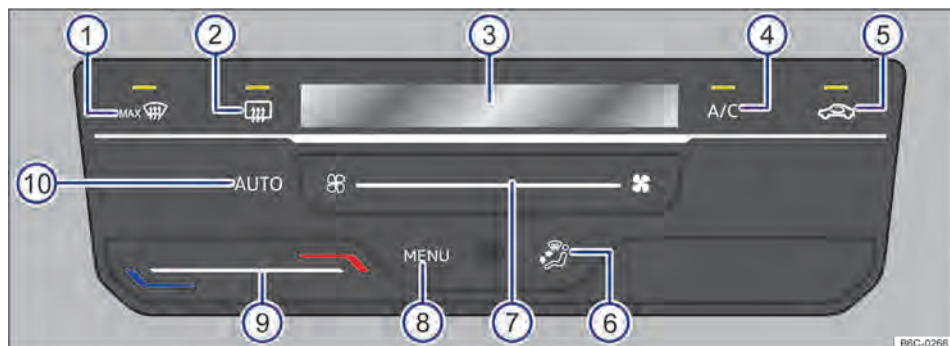

Fig. 77 Comandos do Climatronic.
- *Climatronic*: deslizar o dedo para a esquerda sob a superfície de função → Fig. 77 (7), depois pressionar o botão  da extremidade esquerda.
Ao tocar na superfície de função **AUTO** → Fig. 77 (10) é possível ligar o modo automático do Climatronic.
maticamente. O funcionamento automático se desliga quando a ventilação é alterada manualmente → Fig. 77 (7) ou com a alteração da distribuição de ar através da superfície de função → Fig. 77 (6).
- *Climatronic*: tocar na superfície de função **A/C** → Fig. 77 (4) para ligar e desligar o funcionamento da refrigeração.
- *Climatronic*: deslizar o dedo sob a superfície de função → Fig. 77 ⑨.
No display do Climatronic → Fig. 77 ③ é indicada a temperatura ajustada.
- *Climatronic*: deslizar o dedo sob a superfície de função → Fig. 77 ⑦.
- *Climatronic*: tocar na superfície de função  → Fig. 77 ⑤.
- *Climatronic*: tocar na superfície de função → Fig. 77 ⑥ para posição desejada, a distribuição selecionada será indicada no display ③.
- *Climatronic*: tocar na superfície de função  → Fig. 77 ①.
- *Climatronic*: tocar na superfície de função  → Fig. 77 ②.
→ Fig. 77  para abrir o menu do ar-condicionado no rádio.